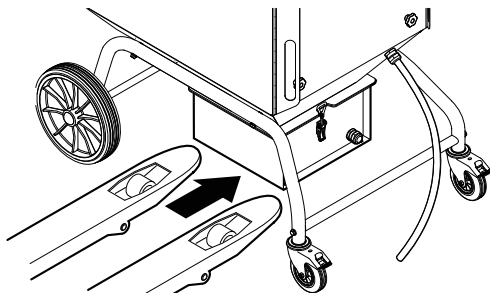

Fig. 21
1. Kör in lämplig pallyft under stoftkärllet, se **Fig. 21**.